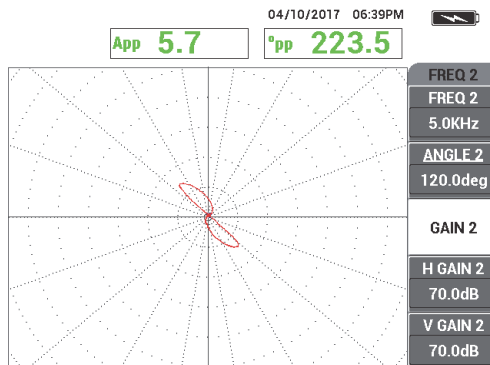

図 5-166 1.3mm 貫通穴の周波数 2 スキャン信号
6. 1.3mm 貫通穴をゆっくりスキャンし、必要に応じて消去フットスイッチを押して画面を消去します。NORTEC 600 画面でホールの信号が表示されたら、フリーズキー (❄) (247 ページの図 5-166) を押します。